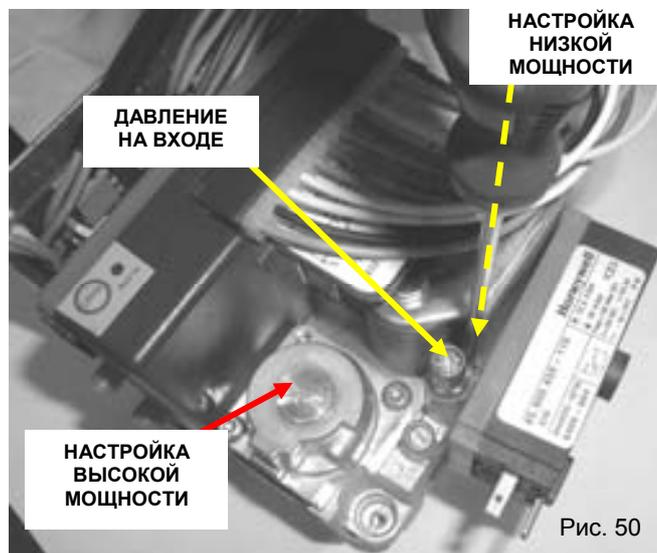

Рис. 50
- Присоедините трубку микроманометра к штуцеру давления **ВХОДЕ** (Рис.50) регулирующего газового клапана, ослабив винт на один оборот.